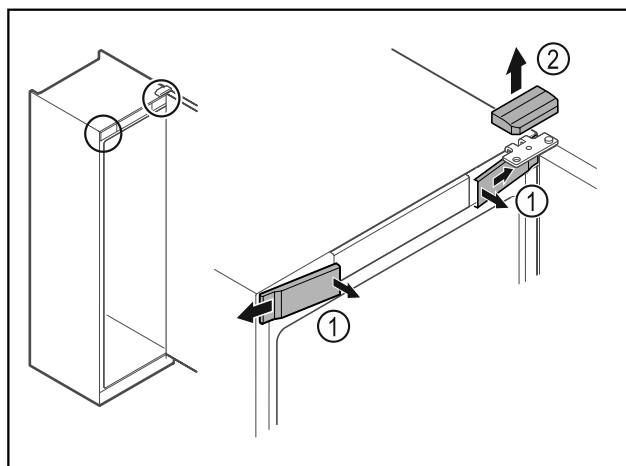

Fig. 17
- ▶ 从内侧松开前盖板 Fig. 17 (1) 并移到一旁。
- ▶ 朝上取下上盖板 Fig. 17 (2)。